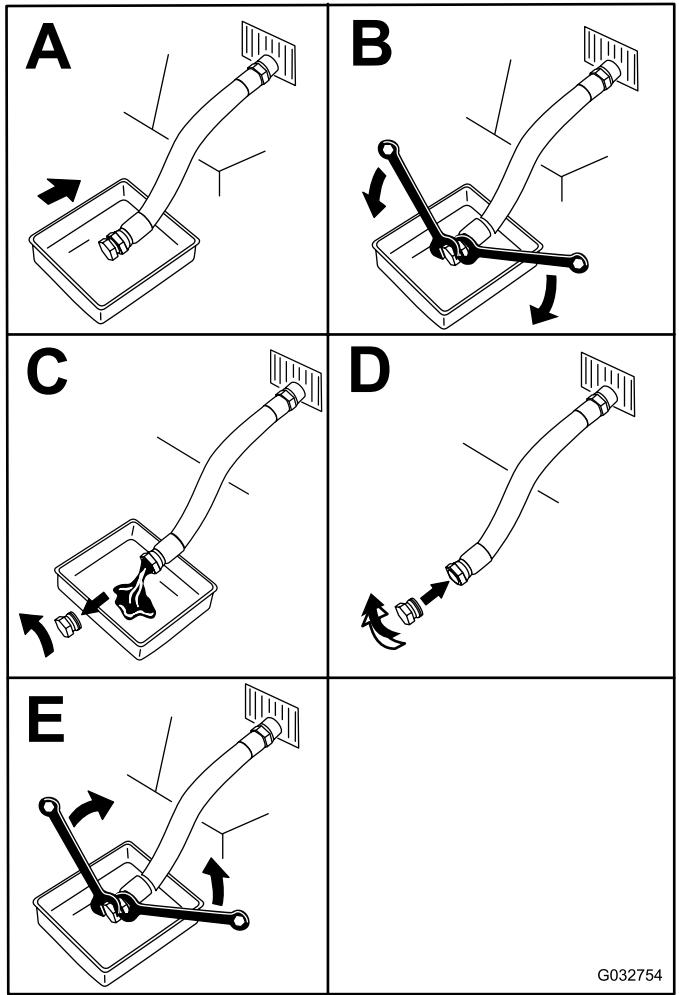

Bild 35
- Wechseln Sie das Öl (Bild 35).